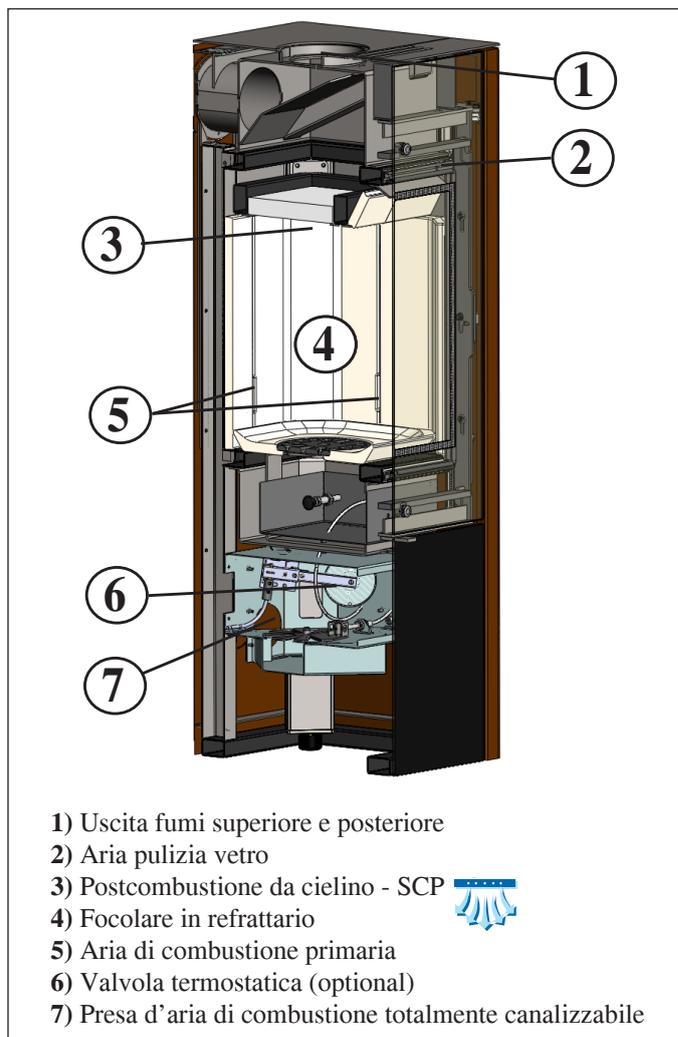

Fig. 2
La regolazione dell'aria di combustione primaria avviene tramite una valvola il cui comando (8) è posto sul top (fig. 2).
Estrarre completamente il comando ubicato sopra il top (vedi fig. 2 pag. 3).